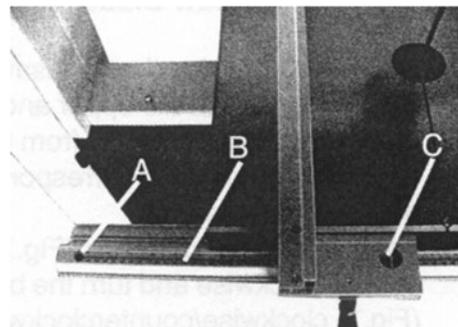

Fig. 16 : Réglage de l'échelle de guidage du guide de feston
Étape 1 : Pousser la butée longitudinale vers le ruban de scie et desserrer la vis (Fig. 16 ; A).
Étape 2 : Déplacez l'échelle le long de la marque dans la fenêtre. Si nécessaire, vous pouvez également repositionner la vis (Fig. 16 ; A) pour fixer l'échelle.